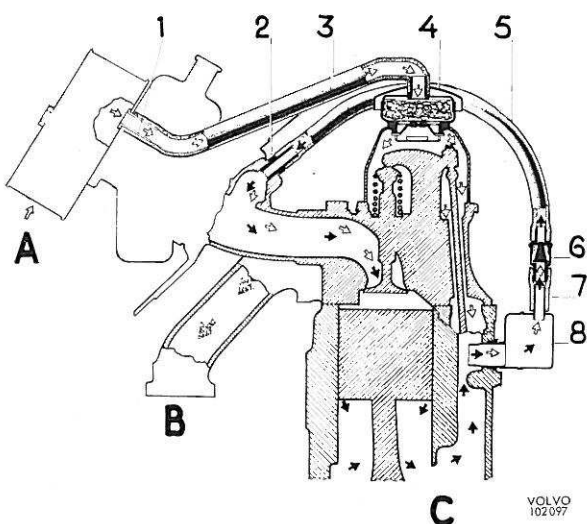

Figure 14. Ventilation du carter moteur
Le moteur B 18 A peut être muni d'un système de ventilation en circuit fermé du carter, figure 14. Ce système permet d'éviter l'échappement des vapeurs du carter dans l'atmosphère. Ces vapeurs sont réaspirées dans le carter, par le collecteur d'admission, pour prendre part à la combustion. Les restes se videront ensuite par le collecteur d'échappement, en même temps que les autres restes de la combustion.
Le carter de moteur est relié au collecteur d'admission par un dispositif constitué par un capteur d'huile (8, figure 14) fixé sur la droite du moteur (vu de devant) et deux durites caoutchouc (5 et 7) entre lesquelles se trouve une valve de contrôle (6). La durite (5) est reliée au collecteur d'admission par le raccord (2) vissé au centre du tube d'équilibrage du collecteur d'admission.